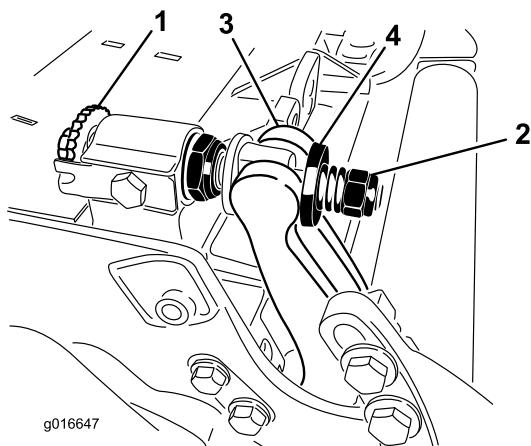

Рисунок 29
- Поверните регулирующие ручки планки неподвижного ножа против часовой стрелки, чтобы отвести неподвижный нож от барабана (Рисунок 29).
- Отвинтите гайку затяжки пружины, чтобы ослабить давление шайбы на планку неподвижного ножа (Рисунок 29).